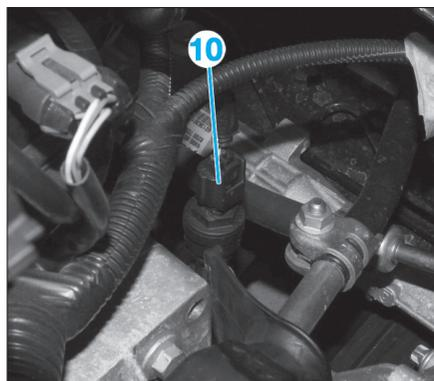

Fig. 8
• Débrancher le connecteur (10) du capteur tachymétrique (Fig.8).